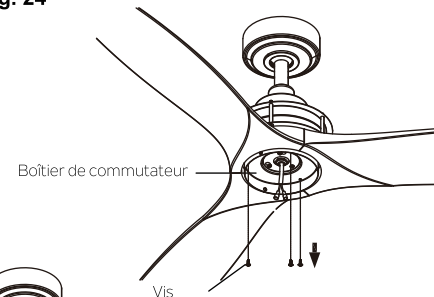

Fig. 25
**Étape 5.** Retirez une des trois vis préinstallées sur le côté du bord extérieur du boîtier de commutateur et mettez-la de côté pour plus tard. (Fig. 25)